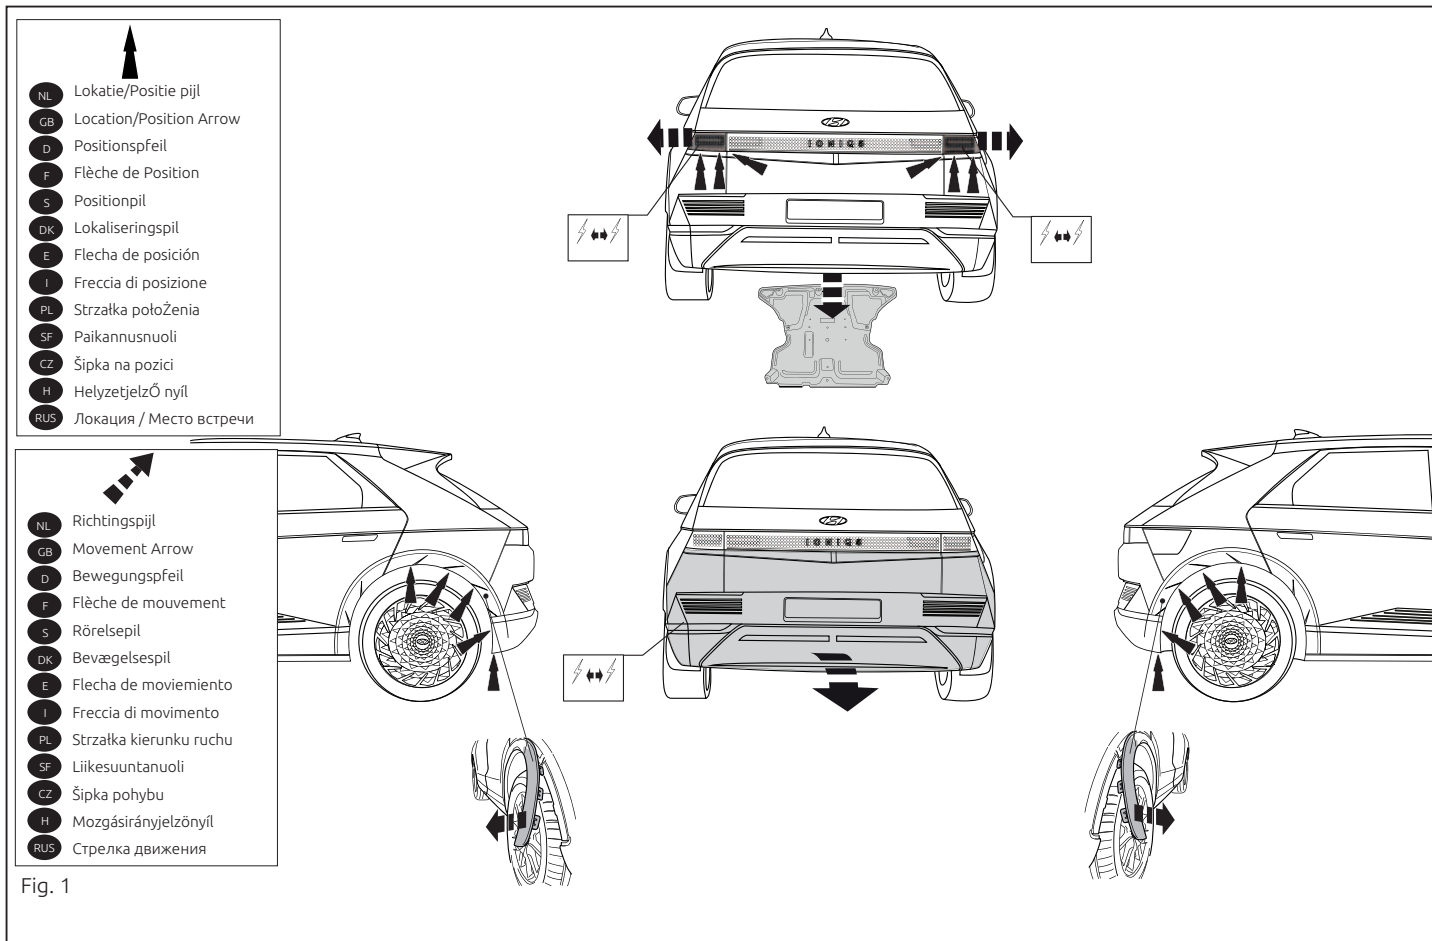

Fig. 1
1. Снять оба блока задних фар. Снять бампер вместе со буферным брусом автомобиля, колпаки. См. рисунок 1.